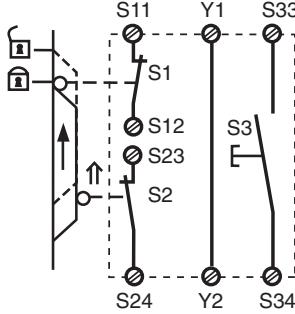

Fig. 3: zweikanalige Schutztürsteuerung, manueller Start/ Two-channel safety gate control, manual reset/commande par 2 canaux avec validation manuelle
- manueller Start: Taster an S33-S34 anschließen (Fig. 3 und 5).
- réarmement manuel : câblage d'un poussoir sur les bornes S33-S34 (Fig. 3 et 5).